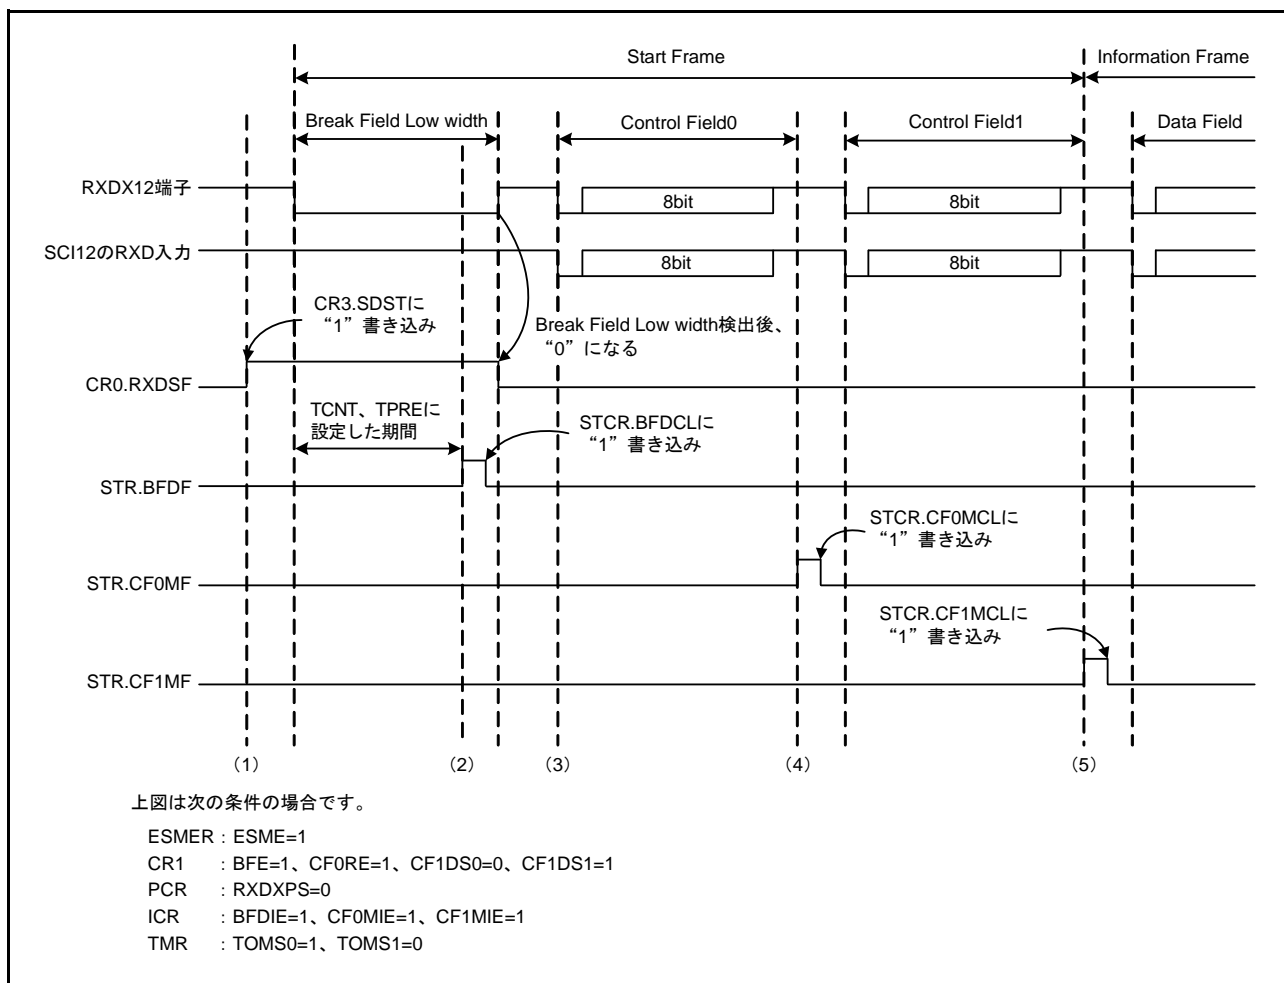
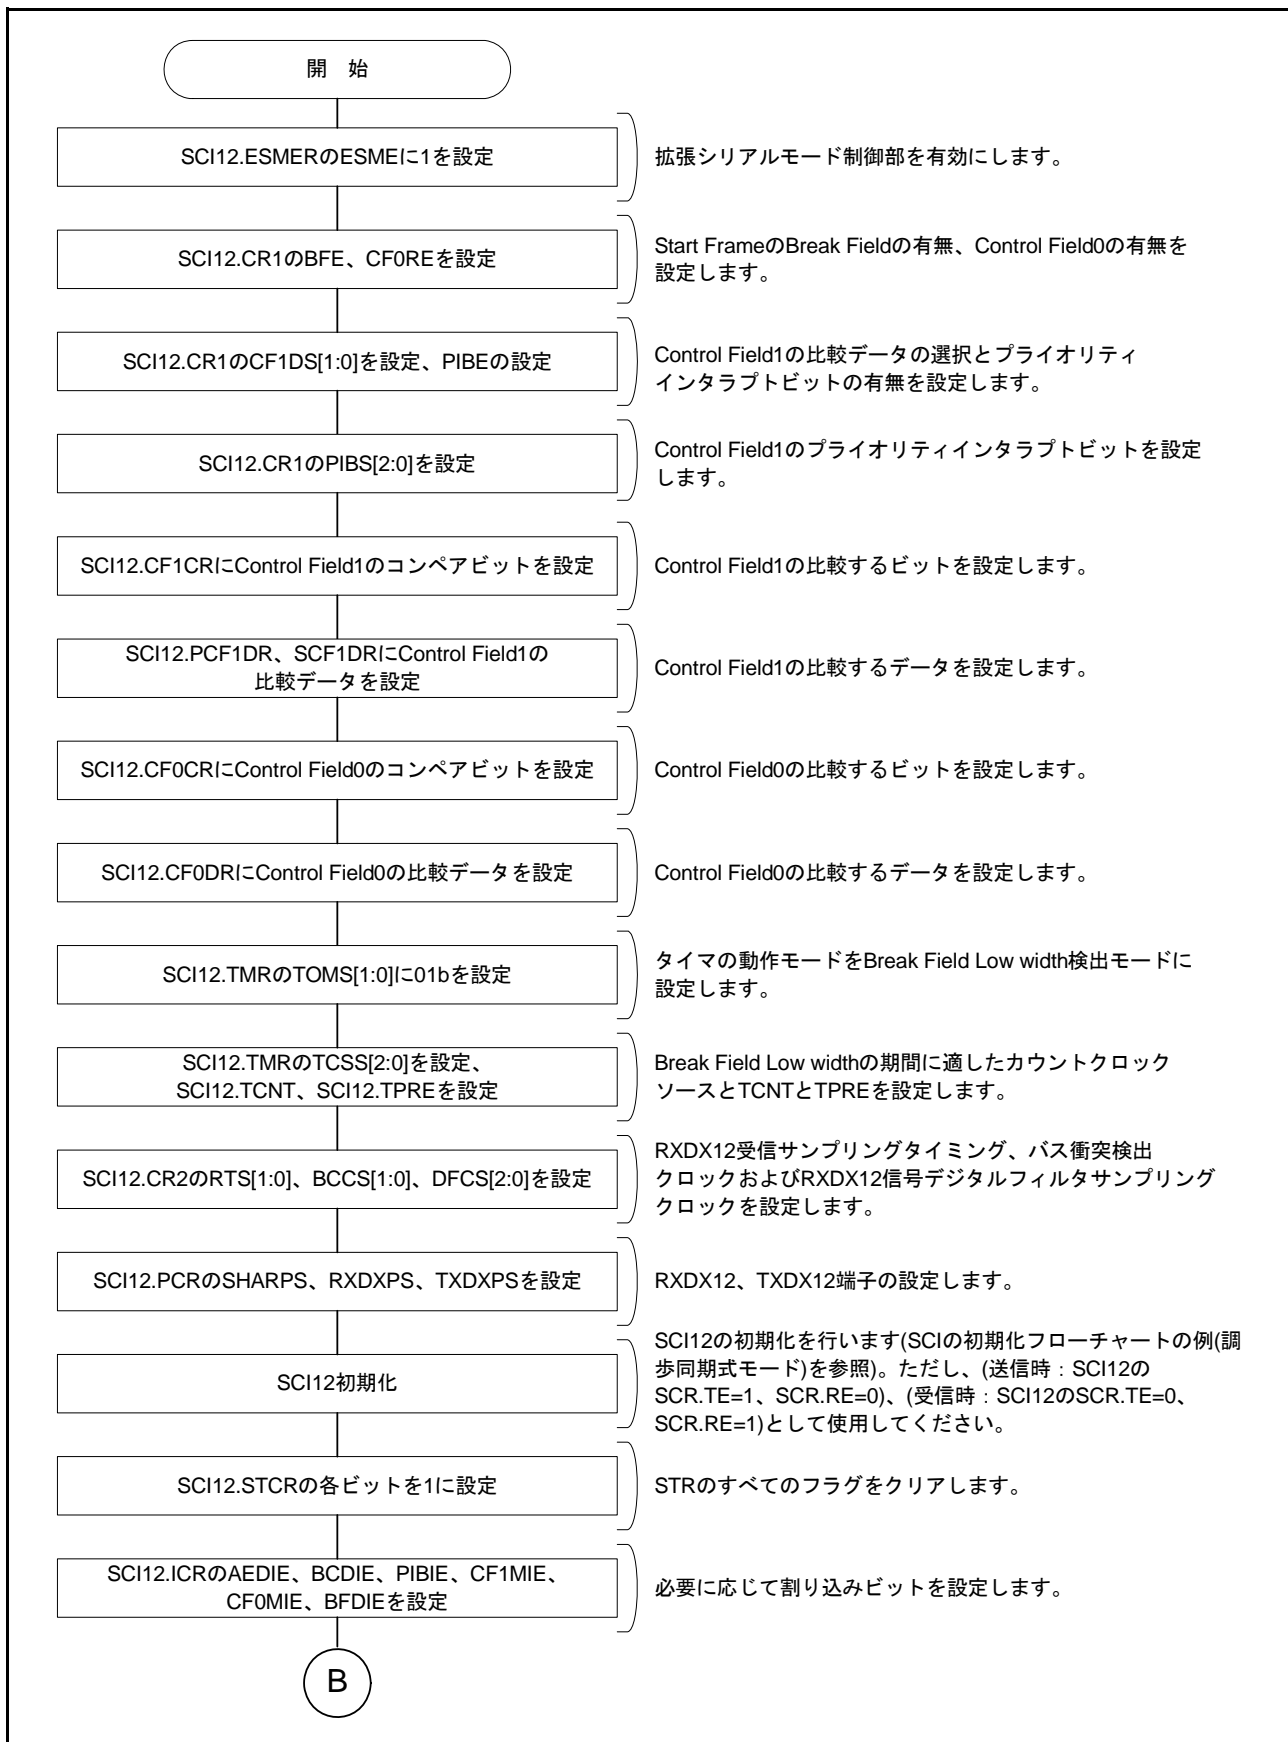
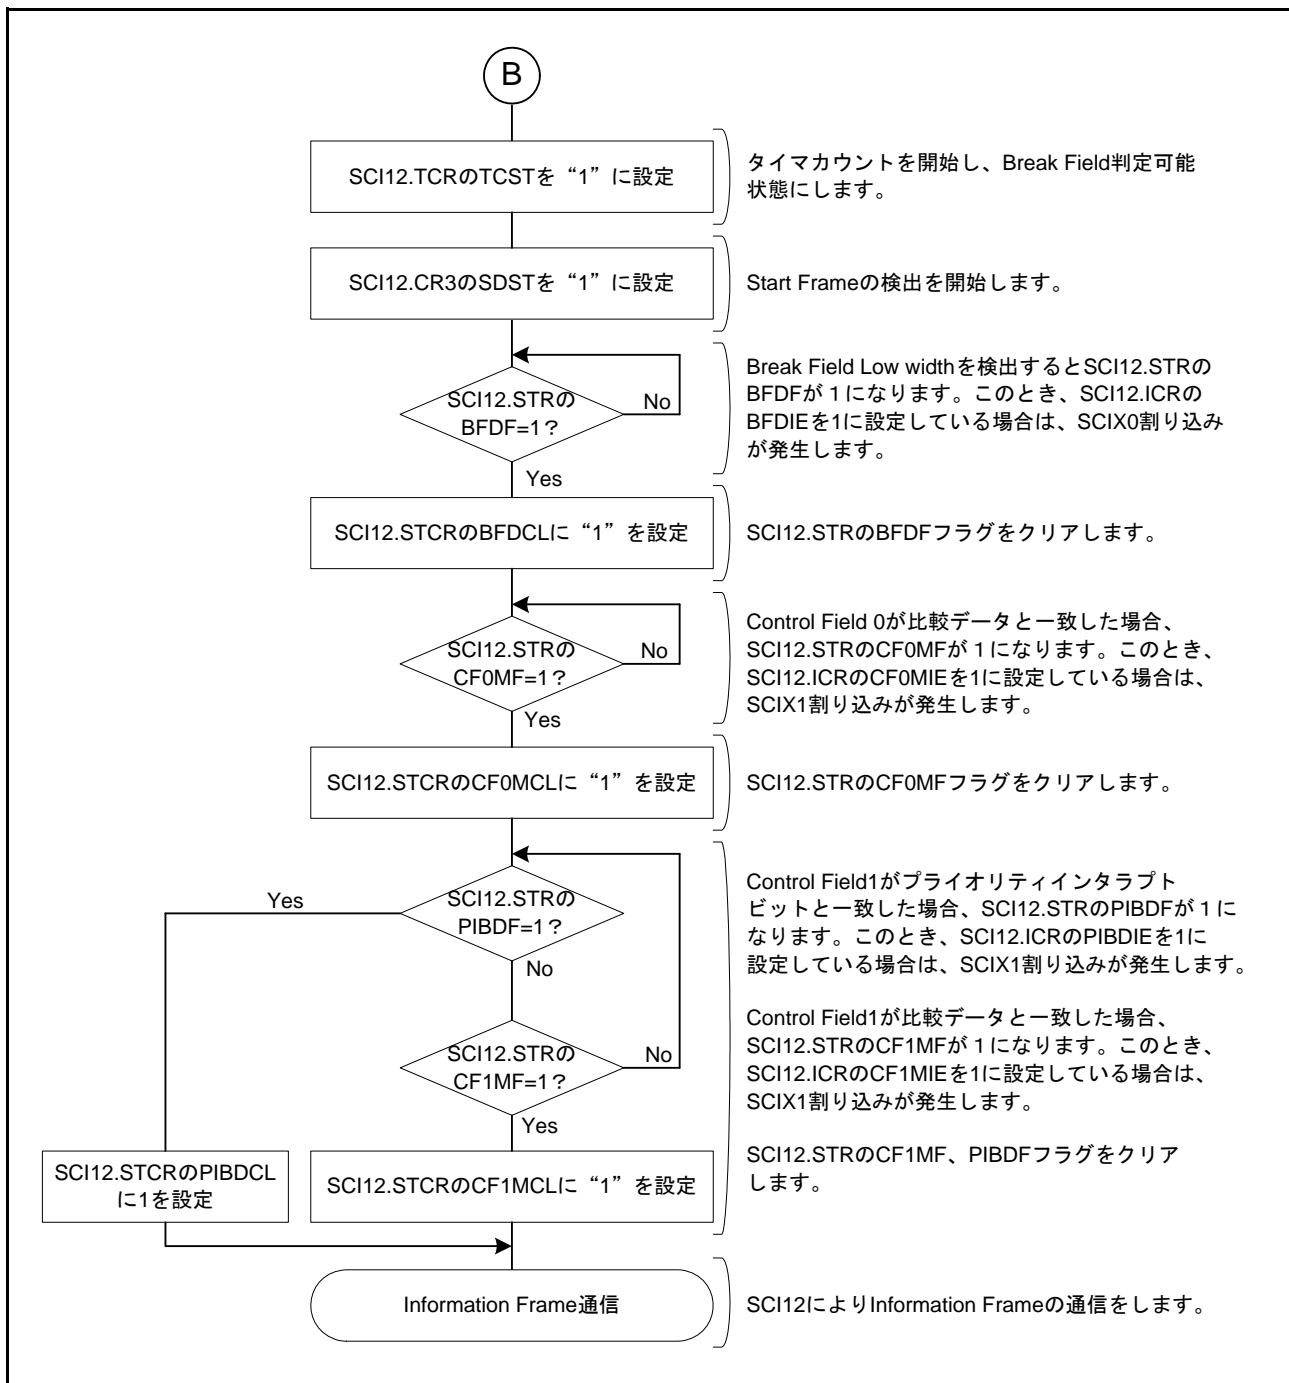
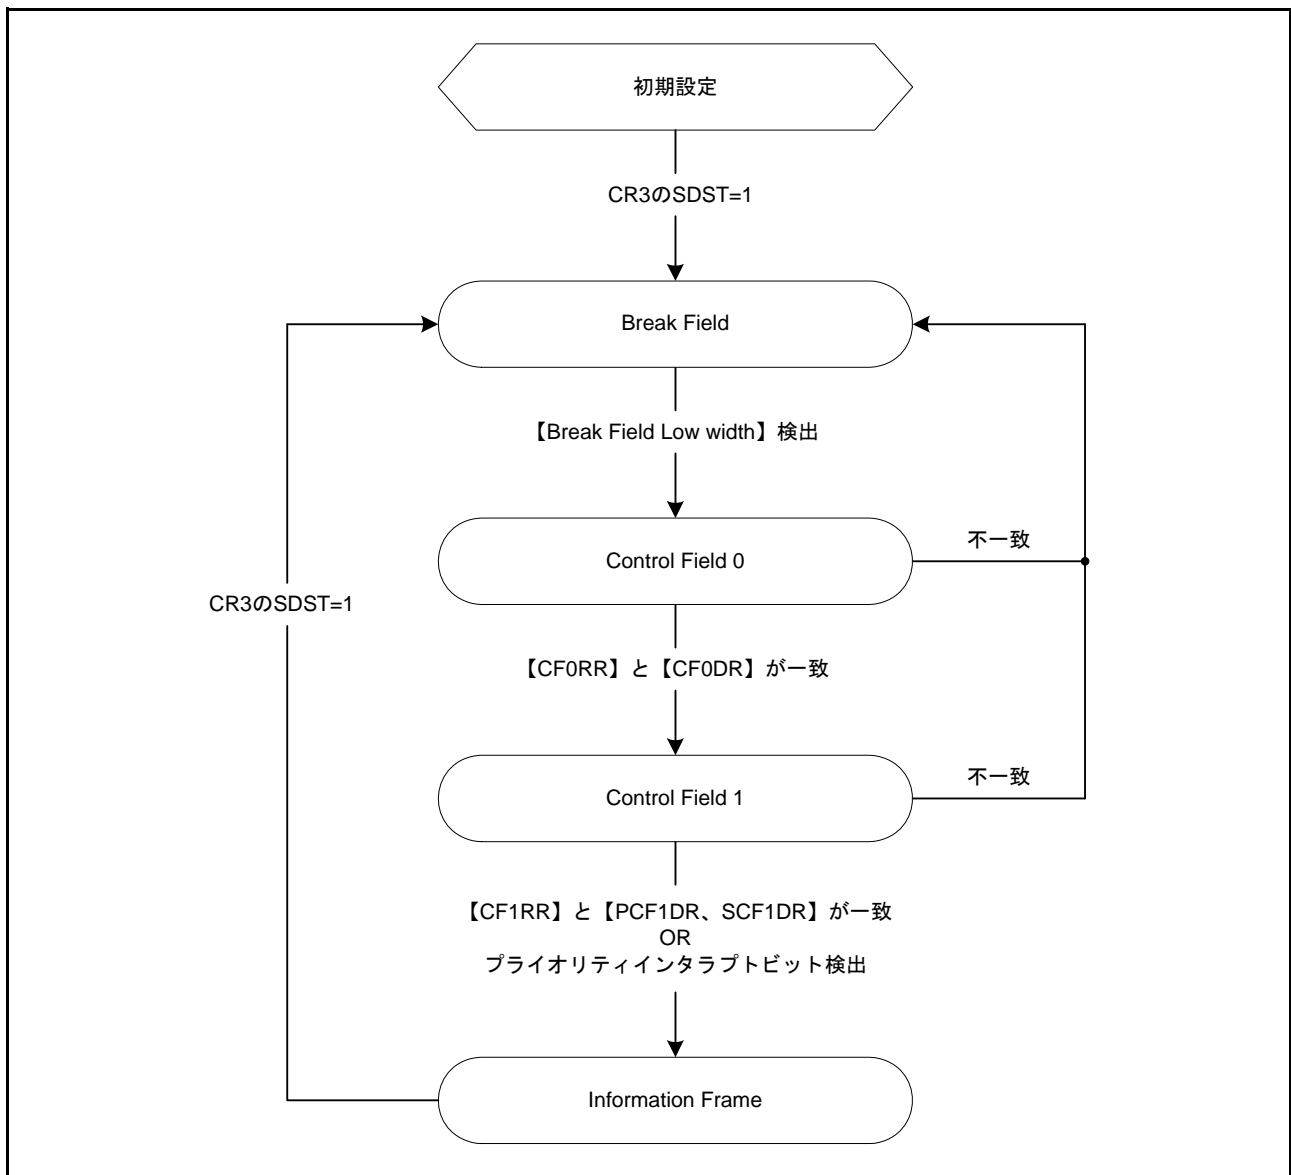

図 27.57 Start Frame 受信時の動作例
図 27.58 Start Frame 受信フローチャート例 (1)
図 27.59 Start Frame 受信フローチャート例 (2)
図 27.60 Start Frame 受信時の状態遷移図
図 27.57 に Break Field Low width、Control Field0 および Control Field1 で構成される Start Frame の受信時の動作例を示します。また、図 27.58、図 27.59 に Start Frame の受信を行うためのフローチャート、図 27.60 に拡張シリアルモード制御部の状態遷移図を示します。
(1) ~ (4) は図 27.57 の Start Frame 受信時の動作例 (1) ~ (4) と同様になります。
(5) CR1 の PIBS[2:0] で指定したビットのデータが PCF1DR に設定したデータと一致した場合、STR の PIBDF が “1” になります。また、ICR の PIBDIE を 1 に設定している場合は、SCIX1 割り込みが発生します。そして、SCII2 により、Information Frame の通信を行います。Control Field 1 で受信したデータが PCF1DR または SCF1DR に設定したデータのどちらとも一致せず、プライオリティインタラプトビットも検出しない場合は、Break Field Low width 検出前の状態に遷移します。